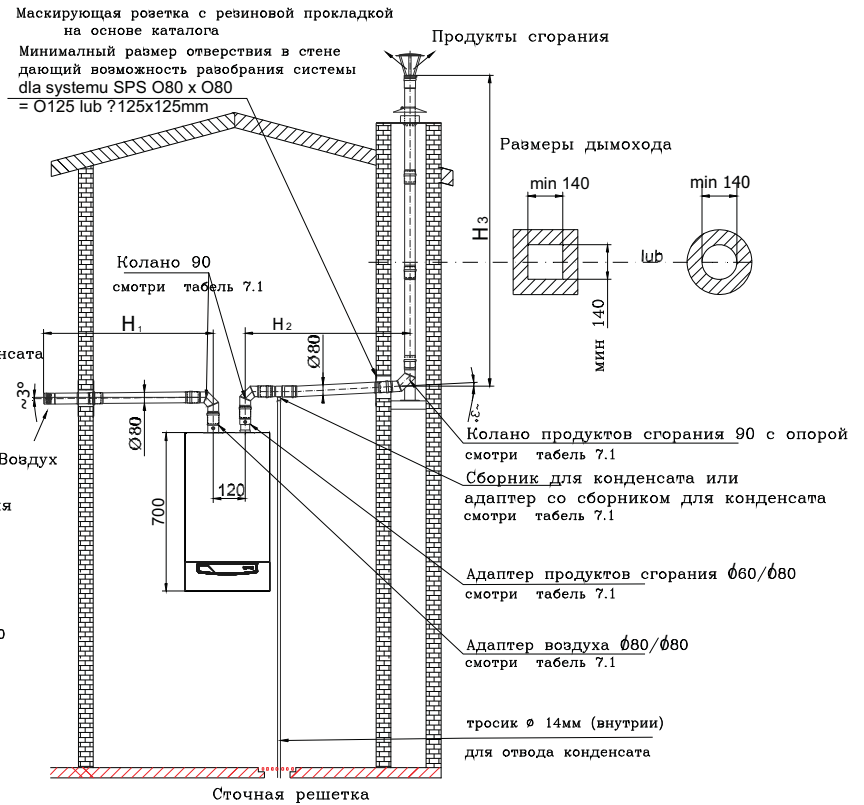

Рис. 3.7.4.2
**Внимание:** вертикальную трубу для подвода воздуха смонтировать с уклоном  $\sim 3^\circ$  (Рис. 3.7.4.1 и 3.7.4.2)